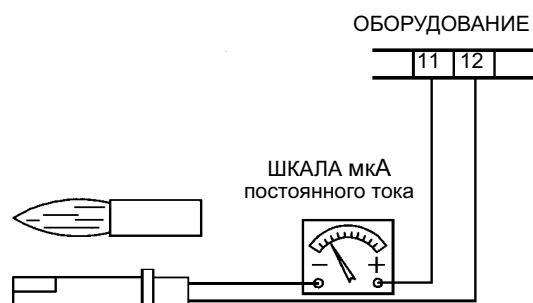

Рис. 25
- проверка и тщательная чистка фоторезистора обнаружения пламени и, при необходимости, его замена. При возникновении сомнений, проверьте цепь обнаружения, предварительно подключив к работе горелку по схеме на Рис. 25.
Для измерения сигнала улавливания пламени см. схему на Рис. 25. Если сигнал находится за пределами указанных значений, проверьте электрические контакты, чистоту головки сгорания, положение фоторезистора и при необходимости замените его.